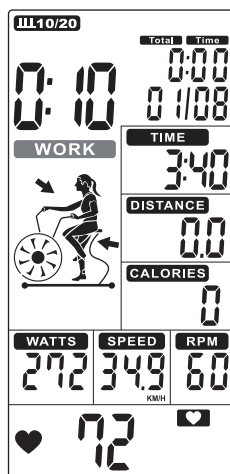

FIGURA 29
- El tiempo cuenta hacia atrás de 10 a 0 y la palabra WORK parpadea una vez por segundo. Mientras tanto, la Pantalla muestra una rotación de 4 minutos y una animación de cuenta regresiva. Entonces, TIEMPO (PANTALLA 3), DISTANCIA (PANTALLA 4), CALORÍAS (PANTALLA 5), WATTS (PANTALLA 6), VELOCIDAD (PANTALLA 2) Y RPM (PANTALLA 1) comienzan a contar, la pantalla mostrará '01/08' (Figura 29).